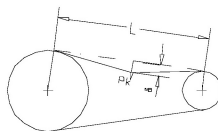

图 18
- 如图 18 于带轮二中心距间中央给予规定挠曲力 Pk 视其挠度。